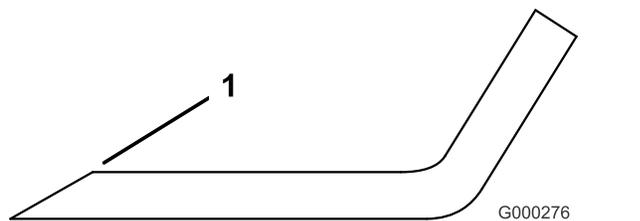

Figure 79
- Au moyen d'une lime, aiguissez les tranchants aux deux extrémités de la lame (Figure 79).
Remarque: Si la lame est déséquilibrée, limez un peu l'extrémité de l'ailette seulement (Figure 79).